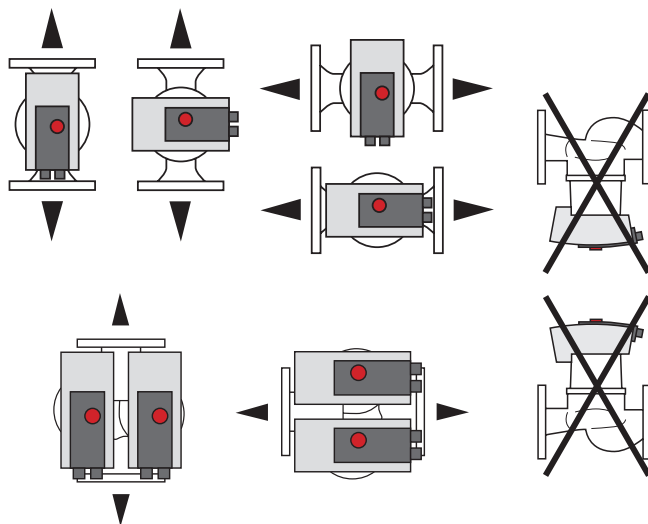

Fig. 4: Zulässige Einbaulagen
1. Zulässige Einbaulagen prüfen → Fig. 4.